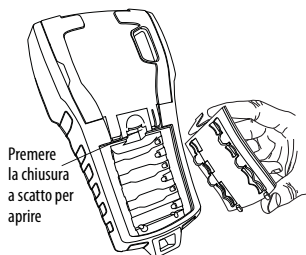

Figura 3
1. Premere la chiusura a scatto sul retro della stampante per aprire il coperchio del vano batterie. Vedere la Figura 3.
2. Inserire la batteria nel vano. Vedere la Figura 3.